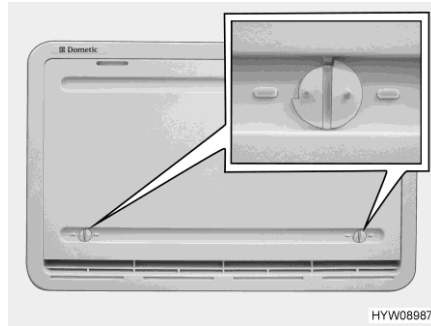

Fig. 159 Copertura invernale
Se il funzionamento del frigorifero avviene a basse temperature esterne, il produttore consiglia l'utilizzo di una copertura invernale (Fig. 159) per la griglia di aerazione del frigorifero.
- Aprire entrambi i bloccaggi (Fig. 159), la scanalatura risulterà orizzontale.